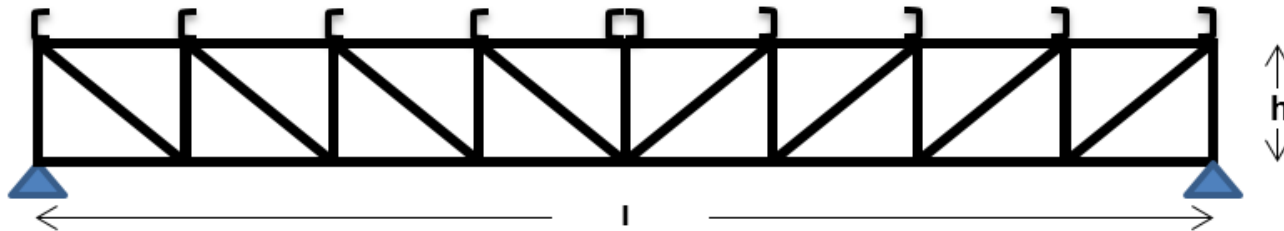

Figura 1
- 1) En la viga triangulada típica de una cubierta de techo (figura 1) se las ha separado 6.00m entre sí y se las conecta con correas tipo “C”. La carga total sobre la cubierta es  $q=1 \text{ kN/m}^2$ .